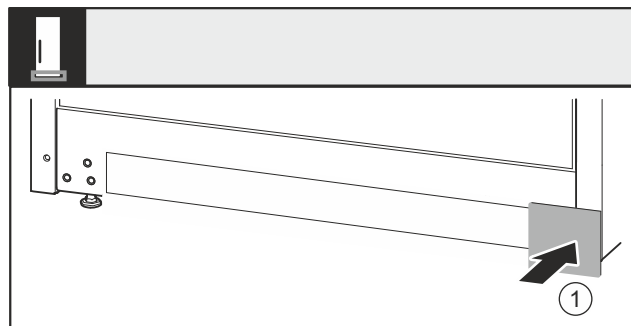

Fig. 34
- Vuelva a colocar la cubierta Fig. 34 (1) en el otro lado.